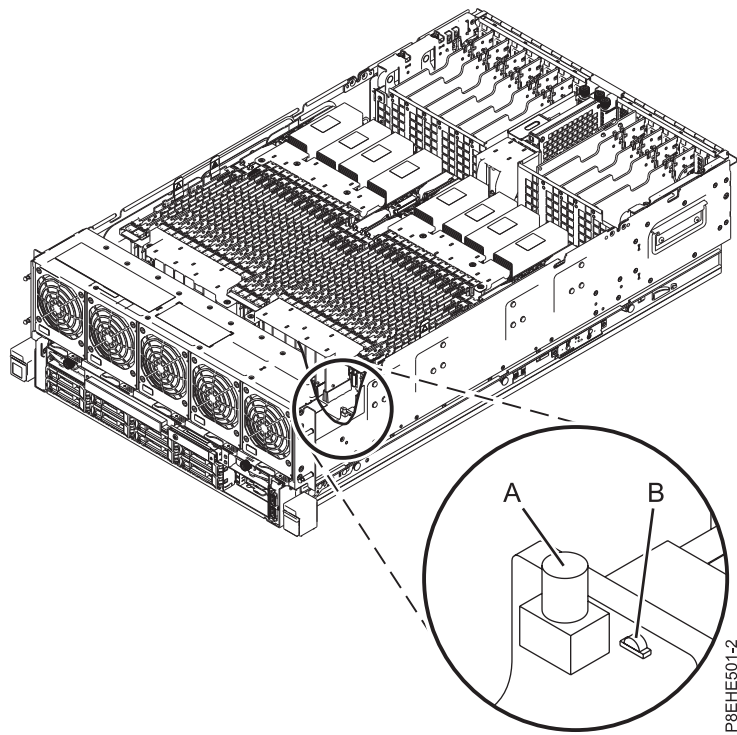

Figura 10. Activación del LED de identificación
2. Presione el pulsador **(A)** como se muestra en la Figura 10 en la página 19 para activar el LED de identificación. Compruebe que el LED **(B)** esté encendido, lo cual indica que hay alimentación suficiente para el LED de identificación. Si el LED **(B)** no está encendido, utilice el código de ubicación para encontrar la ubicación física mediante la etiqueta de servicio.